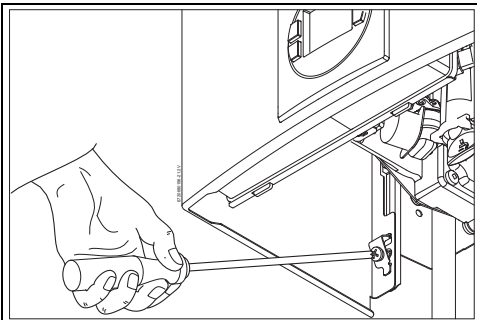

Fig. 20 Retirar la carcasa
- ▶ Retirar la parte frontal del aparato (→ Fig. 20, sección 5.3).